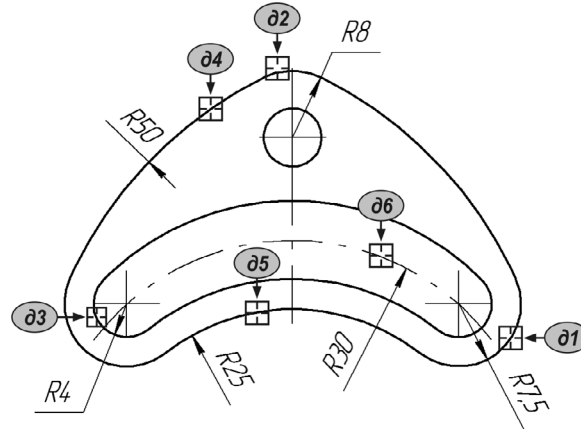

Рис. 12.28. Указание объектов для простановки размеров
**Задание.** Проставьте радиальный размер R8 на полке от центра дуги д2 (рис. 12.28).
- Щелчком мыши зафиксируйте размер. (рис. 12.28).
**Задание.** Проставьте радиальный размер R4 на полке от центра дуги д3 (рис. 12.28).
**Задание.** Проставьте радиальный размер R50 для дуги д4 (рис. 12.28). Размерная линия не должна проходить через центр дуги.
4. Щелчком мыши зафиксируйте размер (рис. 12.28).
**Задание.** Самостоятельно проставьте размер R25 для дуги д5 (рис. 12.28). Размерная линия не должна проходить через центр дуги.
**Задание.** Проставьте размер R30 для дуги д6. Размерная линия не должна проходить через центр дуги. Задайте расположение размерной надписи вручную (рис. 12.28).